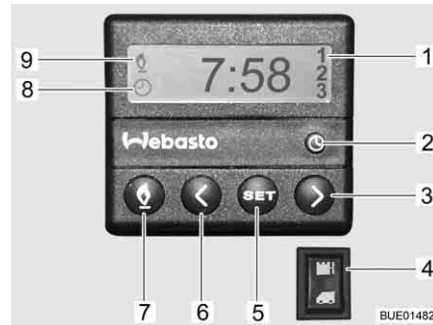

Fig. 178 Centralina di controllo per riscaldamento fisso
- Premere il tasto (Fig. 178,7). Il funzionamento del riscaldamento viene indicato con il simbolo (Fig. 178,9). La ventola viene inserita solo quando la temperatura dell'acqua di raffreddamento è pari a 30 °C.
- Premere il tasto (Fig. 178,7). Il simbolo (Fig. 178,9) si spegne.
- Premere l'interruttore (Fig. 178,4) in basso. Il motore viene preriscaldato. La ventola viene inserita immediatamente.
- Premere l'interruttore (Fig. 178,4) in alto. Il motore rimane freddo.
- Premere il tasto (Fig. 178,2). L'impostazione dell'ora viene indicata con il simbolo (Fig. 178,8).
- Impostare l'ora con i tasti (Fig. 178,3 e 6).
- Premere il tasto (Fig. 178,5).
- Impostare l'orario di accensione con i tasti (Fig. 178,3 e 6) entro 10 secondi.
- Premere il tasto (Fig. 178,5) fino a che nel display (Fig. 178,1) non appare il numero di programmazione desiderato.